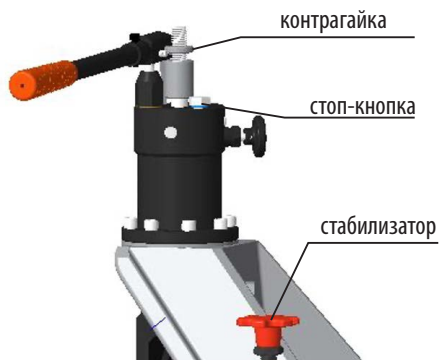

рис. 2
2. Поверните стопорную ручку по часовой стрелке до тех пор, пока она не коснется верхней поверхности масляного цилиндра. На этом этапе труба и роликовый желобонакатчик должны быть надежно закреплены друг с другом. *См. рисунок 2.*